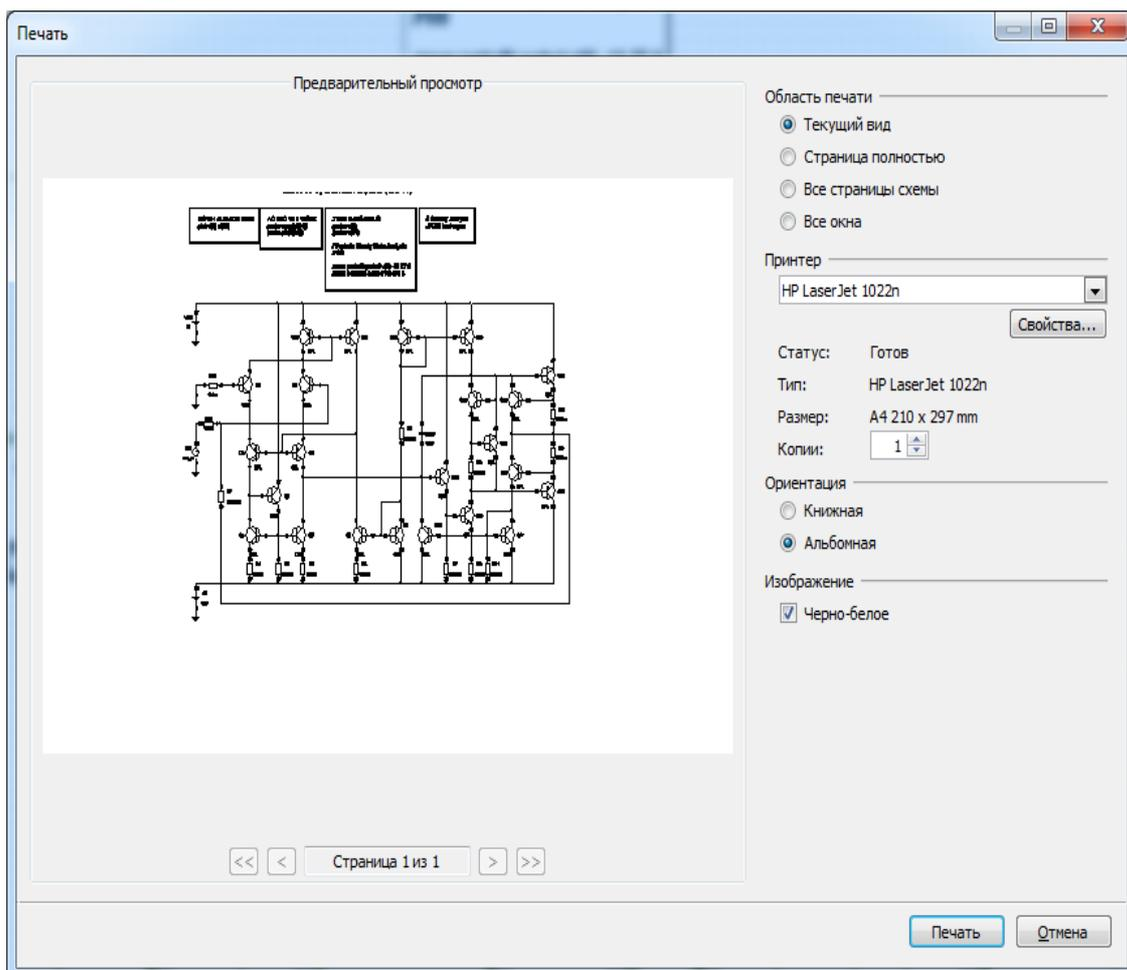

Рис. 1.7.1 Окно вывода на печать. Схема
**SimOne** позволяет выводить на принтер следующие части проекта (рис. 1.7.1 – 1.7.3):